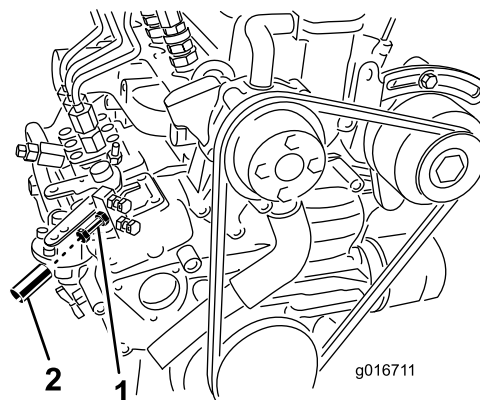

Figura 6
3. Usando un taquímetro y el tornillo de ajuste del acelerador situado en el motor (Figura 6), ajuste la velocidad del motor a 3200 rpm como máximo, y apriete la contratuerca del tornillo de ajuste.
5. Coloque un tubo de aluminio sobre el tornillo de ajuste del acelerador y la contratuerca (Figura 6), y prénselo sobre el tornillo para impedir que se vuelva a ajustar el tornillo.